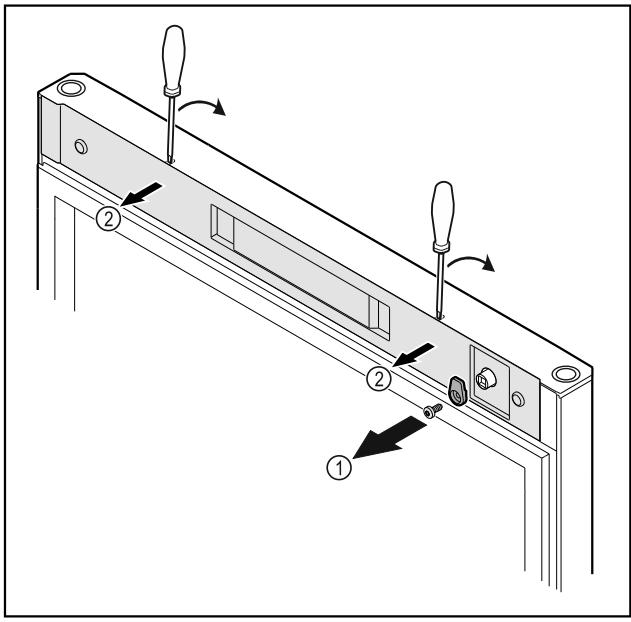

Fig. 18
- Ξεβιδώστε το άγκιστρο κλεισίματος Fig. 18 (1).
- Ξεκουμπώστε το κάλυμμα Fig. 18 (2) με ένα μικρό κατσαβίδι και αφαιρέστε το.